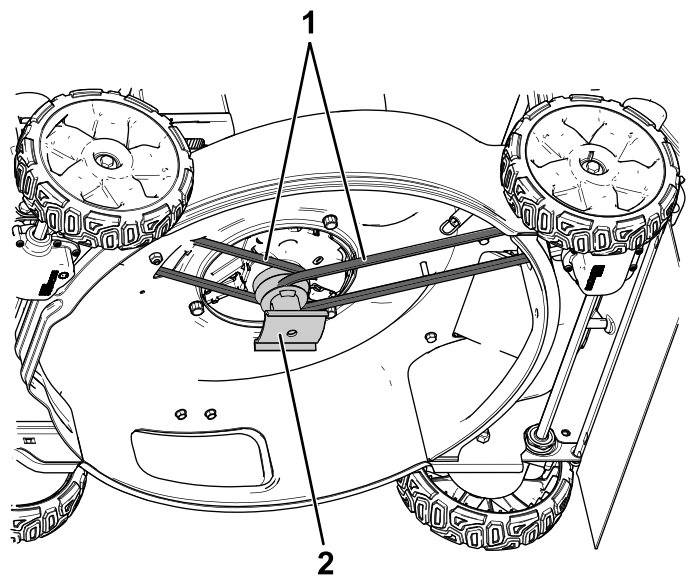

Figur 8
3. Monter knivdrivverket og før begge remmene rundt det, som vist i Figur 8.